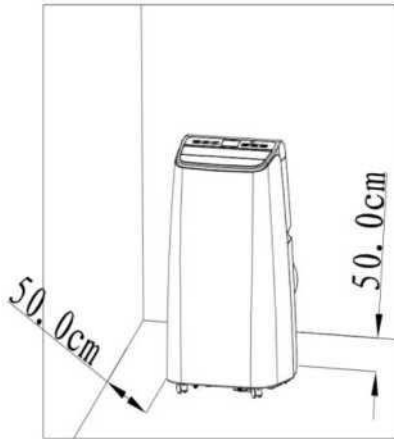

Abbildung 4
1) Platzieren Sie das Gerät mit dem installierten Heizrohr und den Anschlüssen vor dem Fenster; der Abstand zwischen dem Gehäuse und Wänden oder anderen Objekten muss mindestens 50 cm betragen (siehe Abbildung 4).